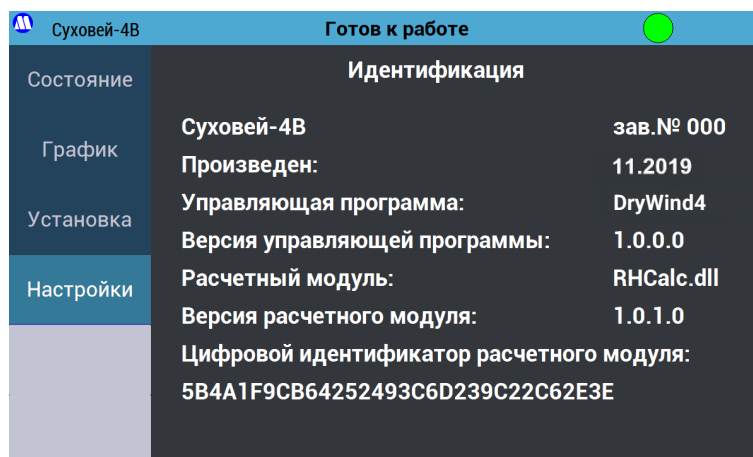

Рисунок 24 – Экран «Идентификация».
7.2.11.7. Кнопка «Идентификация» (Рисунок 24) открывает экран с информацией о заводском номере, дате производства и программном обеспечении генератора.